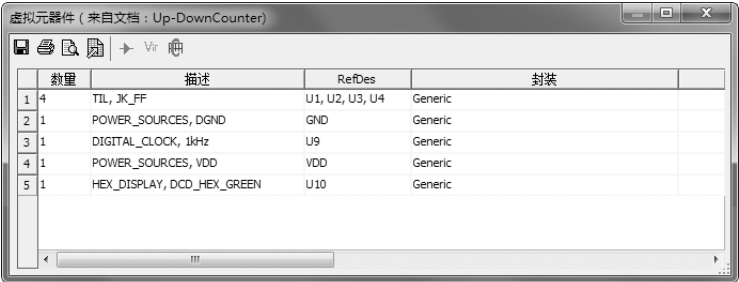

图 8-9 显示虚拟元器件信息
- 单击“显示虚拟元器件”按钮，显示虚拟元器件的材料信息，如图 8-9 所示。